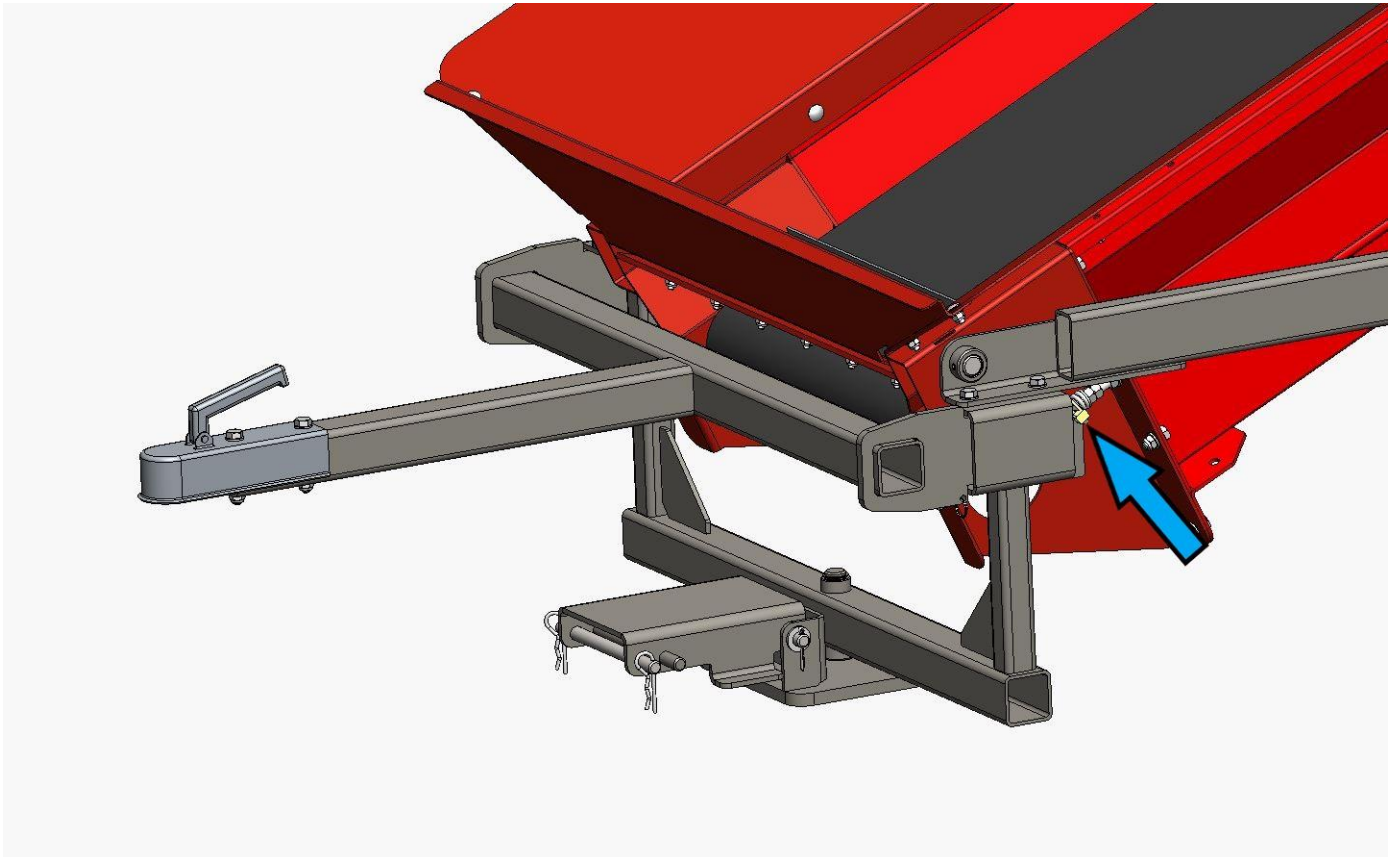

Abb. 7.
2. Bringen Sie die Deichsel des Förderers wie in Abbildung 7 an und sperren Sie den durch Pfeil gekennzeichneten Verriegelungssplint (auf beiden Seiten).